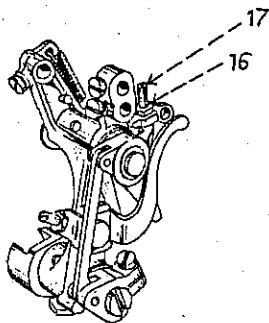

fig.11
- Die Mutter 16 mit 5,5 mm Schraubenschlüssel lösen (Fig. 11).